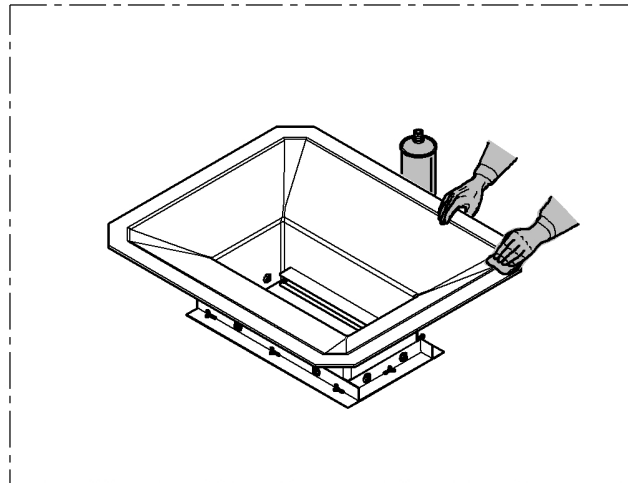

Fig.1
- Limpar todas as superfícies envolvidas na soldagem utilizando um pano embebido em uma solução decapante (LID1). (Fig.1)